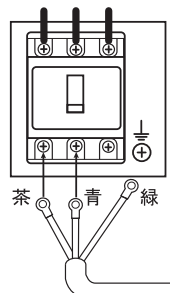

図2. ブレーカへの接続方法(三相200V)
1. ①のネジを緩め、プラグ部をケースから外します。
2. ケーブルを②のネジを緩めて通します。
3. 通したケーブルの各リード線をプラグ部の③の穴にそのまま差し込みます。(配線は図1、図2を参照してください。)
4. ④のネジを締め込むとリード線が固定されます。
5. 最後に①と②のネジを固定してください。